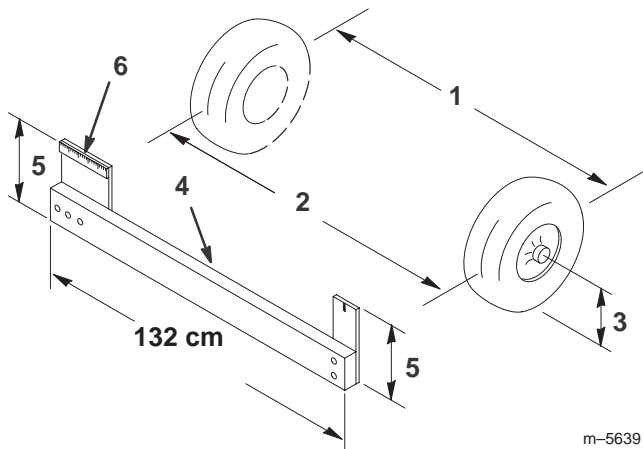

Figure 26
2. Mesurez la distance entre les roues avant à hauteur d'essieu, à l'avant et à l'arrière des roues (Fig. 26). Un gabarit ou un compas à verges est nécessaire pour mesurer l'arrière des roues avant à hauteur d'essieu. Utilisez le même gabarit ou outil pour mesurer précisément l'avant des roues avant à hauteur d'essieu (Fig. 26).